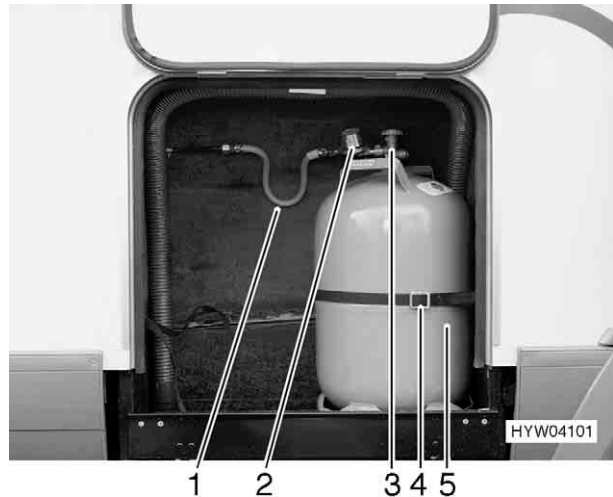

Fig. 89 Compartiment à gaz
- Fermer le robinet principal (Fig. 89,3) de la bouteille de gaz (Fig. 89,5). Observer le sens de la flèche.
- Dévisser à la main le régulateur du gaz (Fig. 89,2) et la lyre (Fig. 89,1) de la bouteille de gaz (filetage à gauche).
- Décrocher la sangle de fixation (Fig. 89,4) et retirer la bouteille de gaz.